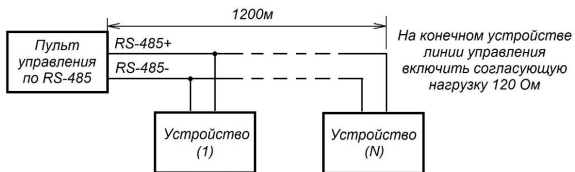

Рис. 5.5.1 Схема подключения к линии управления по RS-485
**5.5** При подключении нескольких устройств к линии управления по RS-485 рекомендуется включать их последовательно в соответствии со схемой подключения, приведенной на рис. 5.5.1.